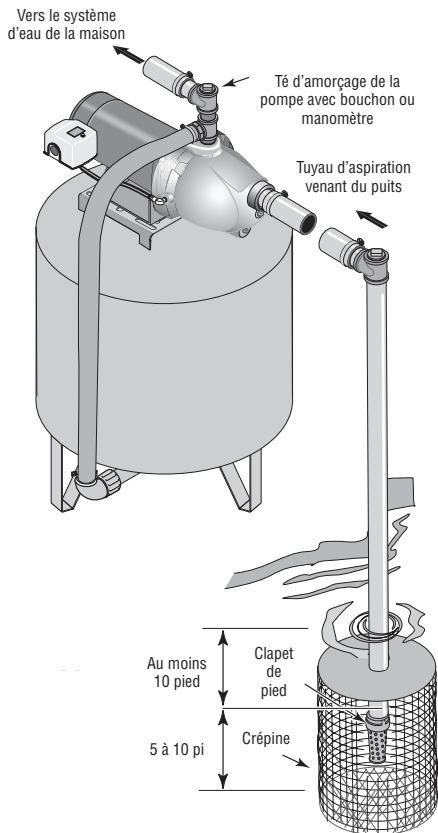

Figure 3 - Installation pour les eaux de surface
Installation dans le cas d'eaux en surface (Figure 3)
- 2 ° Assembler le clapet de pied et le tuyau d'aspiration (voir la Figure 3). S'assurer que le clapet de pied fonctionne librement. Utiliser du ruban d'étanchéité en PTFE pour filetage ou de la pâte pour raccords filetés à base de PTFE sur les raccords filetés. Poser une crépine autour du clapet de pied pour le protéger contre les poissons, les déchets, etc. (voir la Figure 3).
- 4 ° Poser le té d'amorçage, le bouchon d'amorçage et le tuyau d'aspiration sur la pompe (voir la Figure 3). Supporter le tuyau de façon qu'il ne soit pas cintré afin qu'il n'exerce pas de contraintes sur le corps de la pompe; de plus, il doit être légèrement incliné vers le haut, du puits jusqu'à la pompe (les points hauts risquent de causer des poches et des bouchons d'air dans la pompe). Rendre étanches les raccords du tuyau d'aspiration avec du ruban d'étanchéité en PTFE pour filetage ou une pâte pour raccords filetés à base de PTFE. Les raccords doivent être étanches à l'air et à l'eau. Si le tuyau d'aspiration aspire de l'air, la pompe ne pompera pas l'eau du puits.